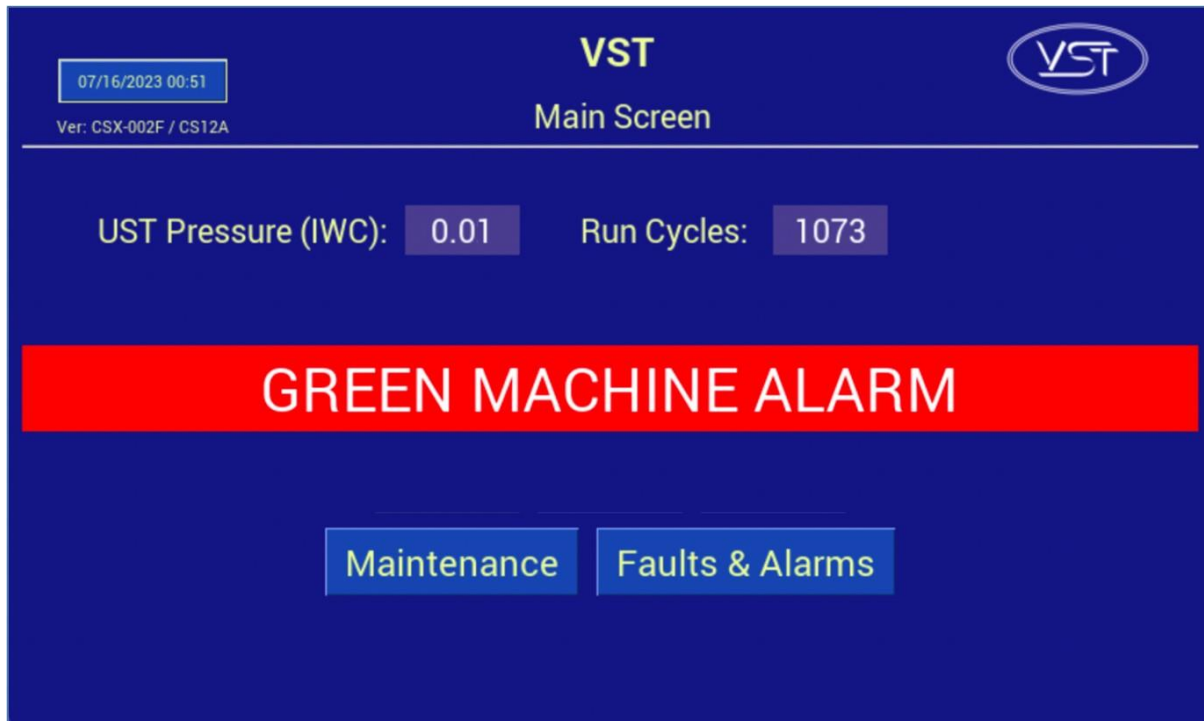

Figura 8-2: Pantalla principal del panel de control del GREEN MACHINE de VST con una alarma activa
- Cuando el sistema está en alarma, la barra de estado de GM se volverá roja. **Vea la Figura 8-2.**